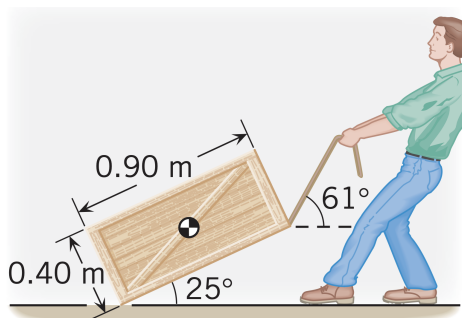

Figura 19: Figura de referencia.
18. Un hombre arrastra una caja de 72 kg por el piso a una velocidad constante tirando de una correa atada al fondo de la caja. La caja está inclinada  $25^\circ$  sobre la horizontal y la correa está inclinada  $61^\circ$  sobre la horizontal. El centro de gravedad de la caja coincide con su centro geométrico, como se indica en la figura 19. Determina la magnitud de la tensión en la correa.